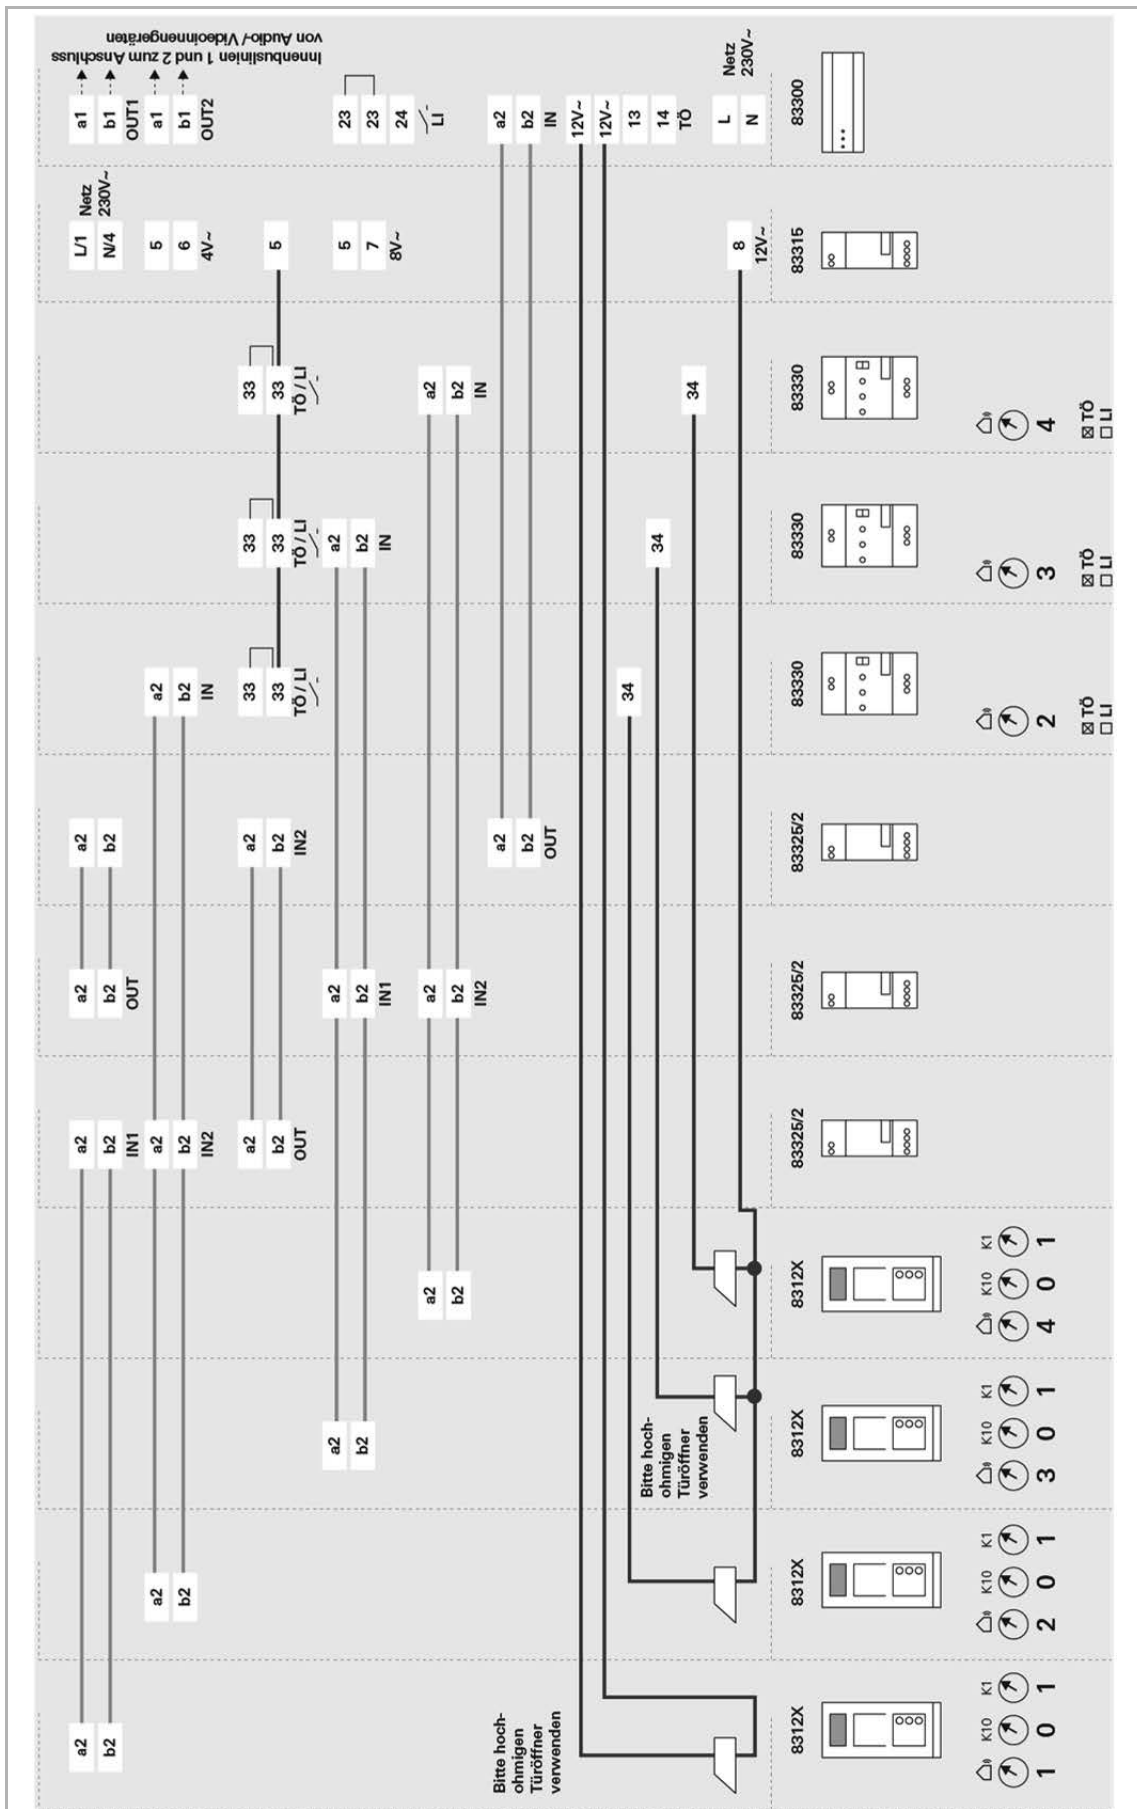

Abb. 25: Video mit 2 bis 4 Türstationen
4.17 Anlagentyp: Video mit 2 bis 4 Türstationen (Abb. 25)